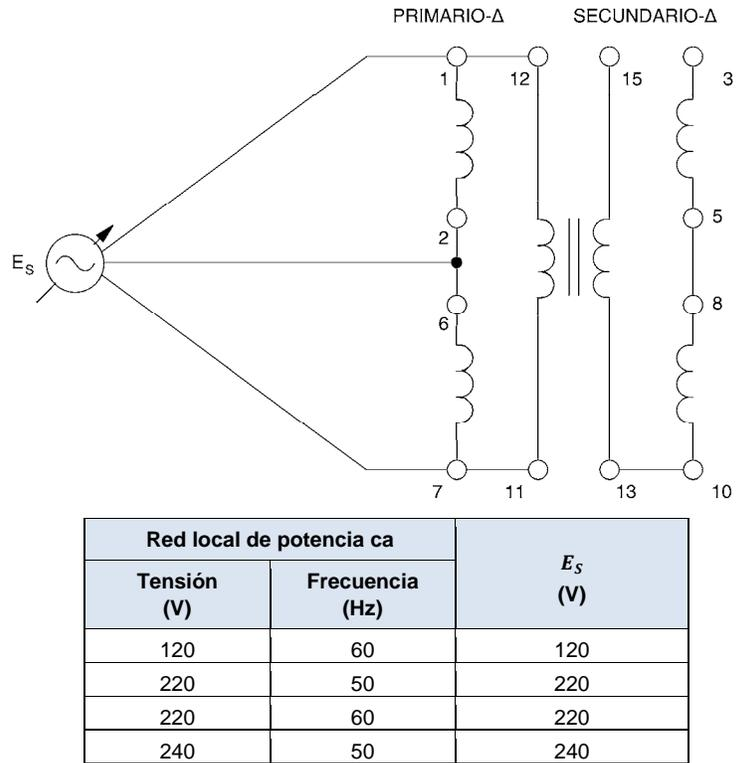

Figura 9-6. Transformador trifásico conectado en configuración triángulo-triángulo.
5. Conecte el módulo Transformador trifásico en configuración triángulo-triángulo, como lo muestra la figura 9-6.
- Encienda la Fuente de alimentación principal. Ajuste el control de tensión para obtener la tensión línea a línea E_s de la figura 9-6. Utilice E1 para medir las tensiones en los arrollamientos y anote los resultados. Después de anotar las mediciones, gire el control de tensión completamente a la izquierda y apague la fuente.